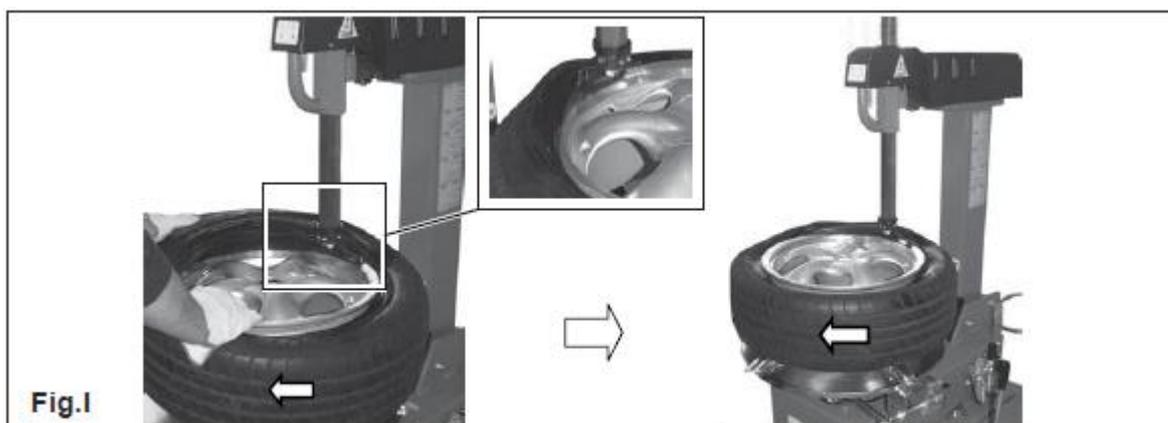

Рис. 16
5) Повторите те же операции для верхнего обода колеса, как показано на рис. 16.